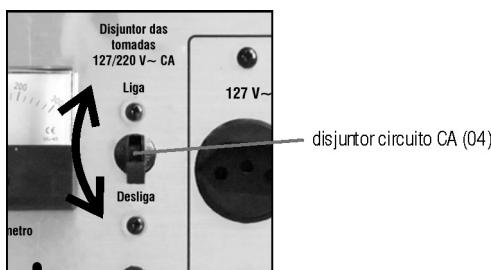

Fig. 15 – disjuntor circuito AC
Se houver sobrecarga de corrente elétrica o disjuntor irá atuar automaticamente, assumindo a posição desligado (OFF). Quando esta situação ocorrer, primeiramente verifique a causa da sobrecarga resolvendo-a e só então acione o disjuntor para a posição liga (ON) (fig. 15).